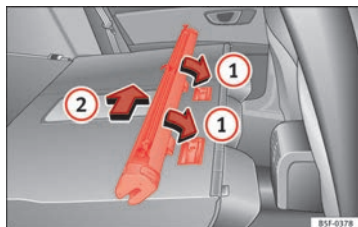

Fig. 102 Montar la red de separación en los respaldos del asiento trasero.
- Coloque la carcasa de la red en los rebajes de los carriles de sujeción en el sentido de las flechas ⇒ fig. 102 ①.
- Empuje la carcasa hacia el lado izquierdo del vehículo en el sentido de la flecha ⇒ fig. 102 ② y hasta el tope.
- Tire de la carcasa de la red aproximadamente 5 cm en el sentido contrario de la flecha ⇒ fig. 102 ②.
- Extraiga la carcasa de los carriles de sujeción tirando en el sentido contrario al de las flechas ⇒ fig. 102 ①.